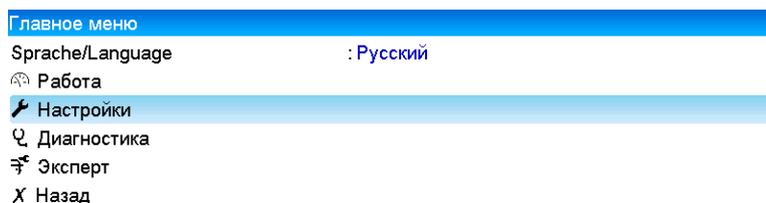
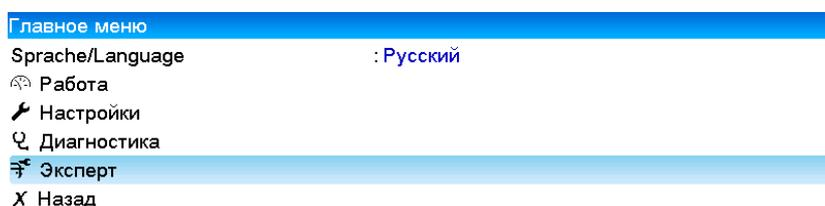
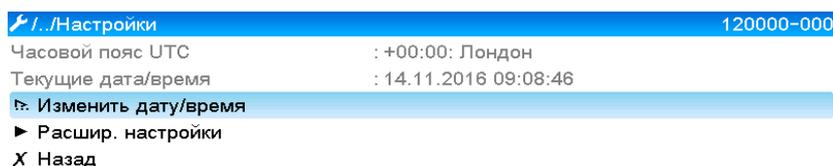

Рисунок 7 – Настройки в главном меню
Рисунок 8 – Экспертная установка в главном меню
Рисунок 9 – Окно начальной установки
5.4.7.1 В главном меню прибора имеется два режима установки: «Настройка» (рисунок 7) и «Эксперт» (рисунок 8). Все настройки, необходимые для эксплуатации, прибора загружаются при начальной установке (рисунок 9), дополнительные настройки – при экспертной (например, код прямого доступа, сервис).